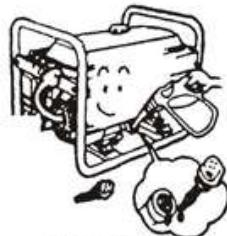

Рис. 12
3.1.4 Закрутить назад ковпачок масляного патрубка та затягніть його добре (Рис. 12).